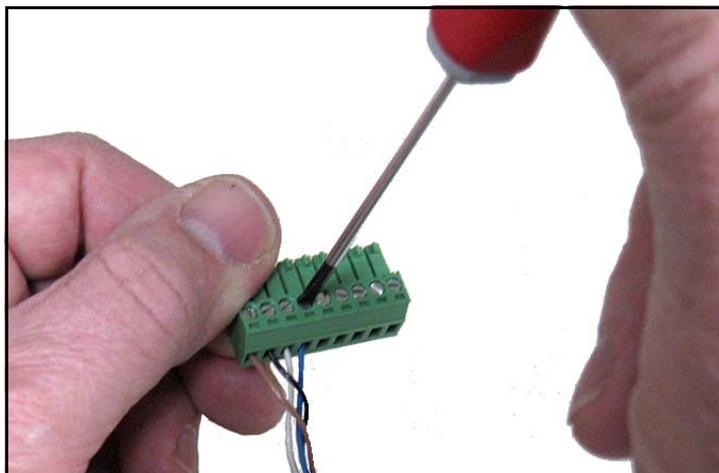

図 28 : ケーブルをコネクタに配線する
3. 下の表 1 および 25 ページの図 28 を参照し、プローブケーブルの 4 本のリード線が出ている端を下側の端子ブロックのピン 10、11、12、および 13 に接続します。